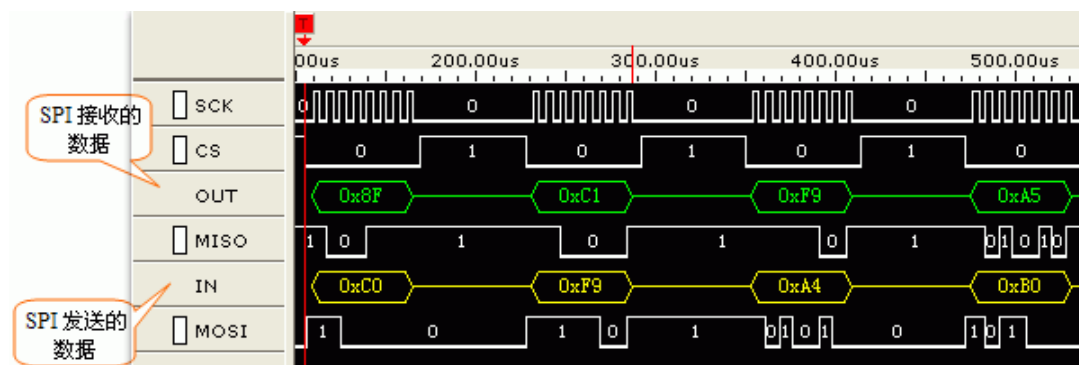

图 9.39 SPI 解码的效果图
1. 利用SPI总线分析插件分析采集到的数据。完成SPI解码设置步骤。在该应用中，SPI的模式是COPL=0,CPHA=1。正确完成设置步骤后得到解码的效果图，如图 9.39所示。